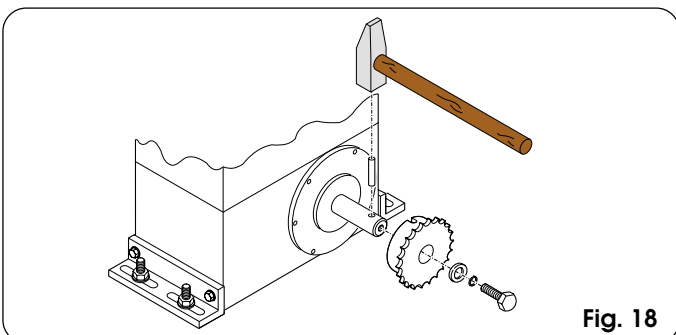

Fig. 18
4.5.1. MOD. 844 ER CAT (Fig. 18 - 19)